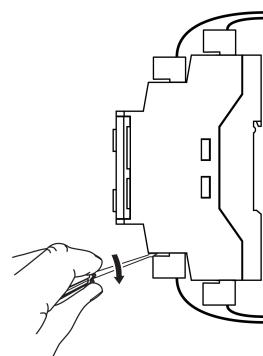

**Рисунок 10.2 – Габаритный чертеж прибора**
- Подготовить на DIN-рейке место для установки прибора в соответствии с размерами прибора (см. рисунок 10.2).